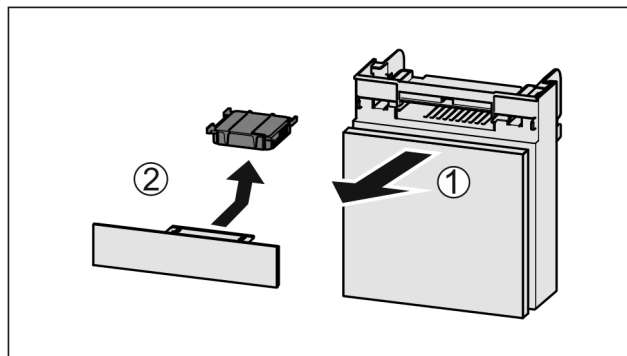

Fig. 147
- ▶ Predal izvlecite Fig. 147 (1) naprej.
- ▶ Odstranite Fig. 147 (2) aktivni ogljeni filter.